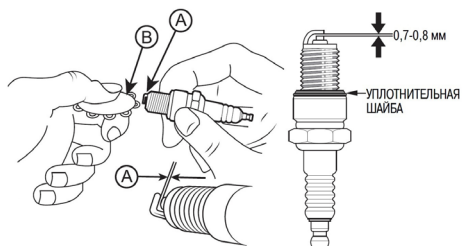

Рис. 43 Проверка межэлектродного зазора
4. Измерьте зазор А между электродами свечи зажигания специальным щупом В (Рис. 43). Зазор должен быть 0,7-0,8 мм (Рис. 43). При увеличении, или уменьшении требуемого зазора, рекомендуется заменить свечу, так как регулировка зазора может привести к изменению качества искрообразования.